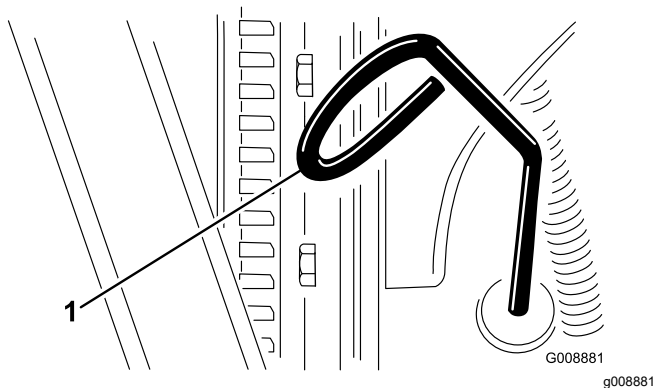

Figure 63
3. Retirez la jauge (Figure 63) et essuyez-la sur un chiffon propre.